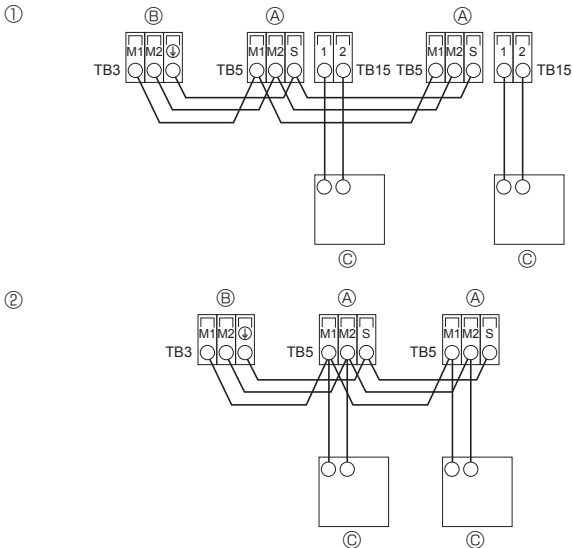

Рис. 4-3
4.4. Подсоединение пульта дистанционного управления, кабелей передачи внутри и снаружи (Рис. 4-3)
- ① Пульт дистанционного управления “MA”
- ② Пульт дистанционного управления “M-NET”